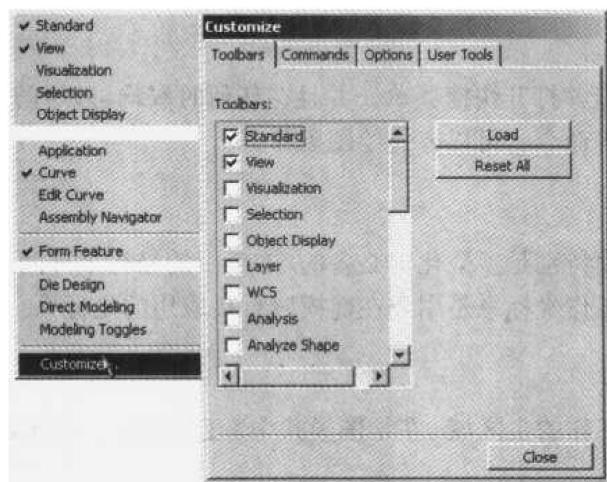
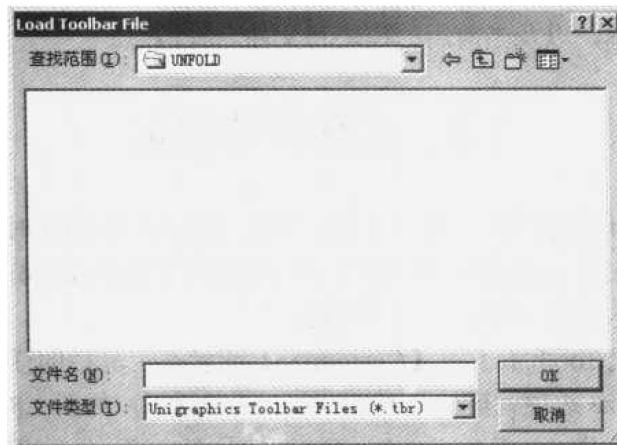

图 1.8 Toolbars 选项卡
图 1.9 Load Toolbar File 对话框
单击【View】→【Toolbars】→【Customize】或者在工具栏的任意位置上右击，从弹出菜单中选择 Customize 选项就可以打开 Customize 对话框，如图 1.8 所示，在对话框中有 4 个功能选项标签：Toolbars、Commands、Options 及 User Tools。单击相应的标签后，对话框中也会随之显示相关的选项卡。通过相关设置，可以进行相关工具栏的定制。完成定制后，单击 Close 按钮关闭该对话框。
Toolbars 选项卡的内容如图 1.8 所示。用于设置显示或隐藏某些工具栏，装入工具栏定义文件，也可以按工具栏定义文件中的初始定义来重置工具栏。
- ◆ 单击图 1.8 中的 Load 按钮，就会弹出如图 1.9 所示的 Load Toolbar File(装入工具栏定义文件)对话框，从中可选择工具栏定义文件。再单击 **OK** 按钮就可以了。
- ◆ 在图 1.8 中单击 Reset All 按钮，则会按工具栏定义文件中的初始定义重置工具栏，使其恢复为缺省设置。